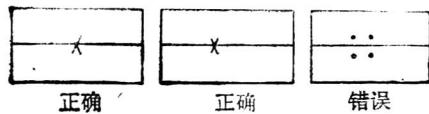

图 1-1 拆泵作标记方法
2. 做好标记，避免调错 拆卸前必须对相邻零件或连接零件做好标记，以便将来装配时能顺利进行。一般相邻零件标记方法如图1-1所示。对于同类零件，应在非工作面上打号码。如轴上用的多条键，应在键的上下面打号码。